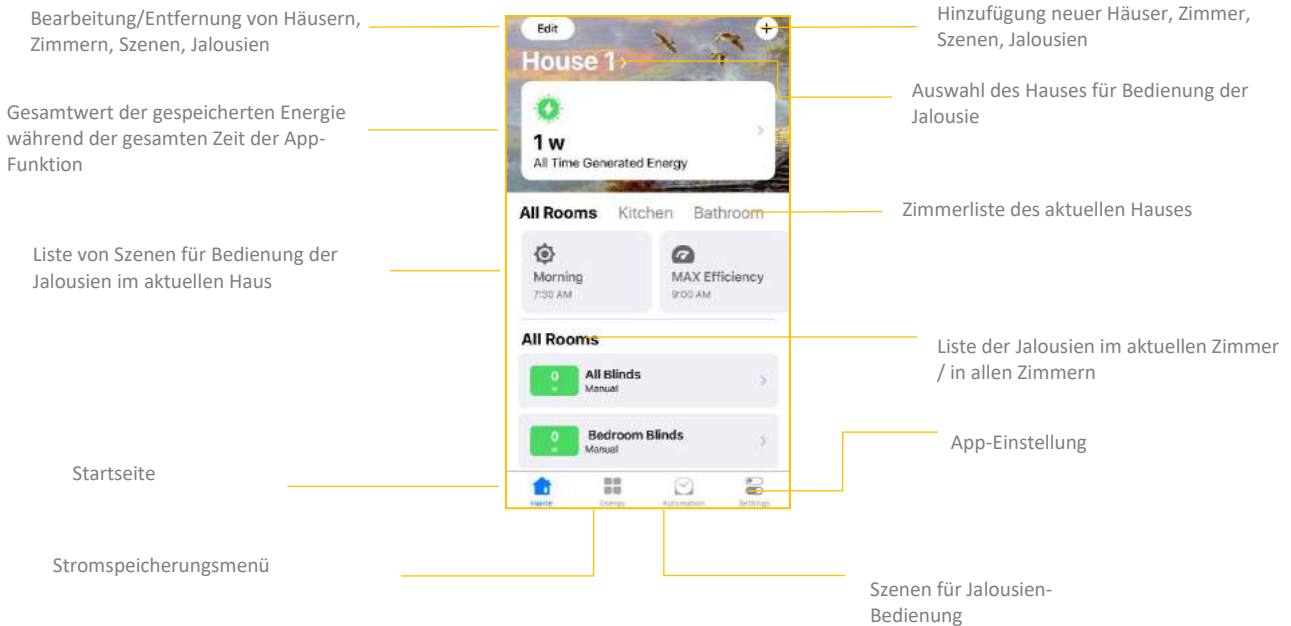

Abbildung 12
10.3. Übersicht der App-Startseite – Home (Abb. 12)